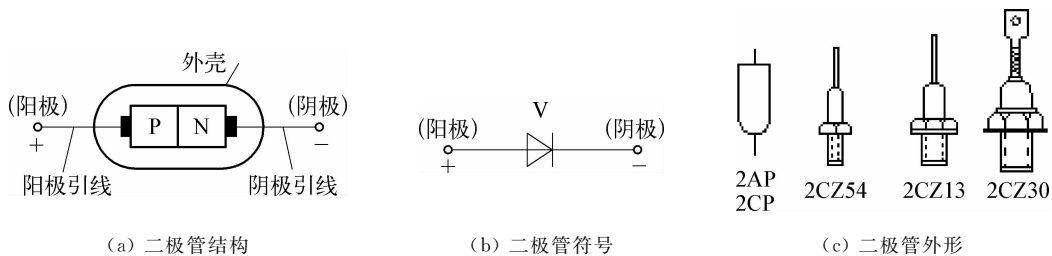

图 1-1-17 二极管
(1) 二极管的结构、符号、外形和型号 二极管的内部结构如图 1-1-17(a)所示。二极管一般用金属、塑料或玻璃材料作为封装外壳，外壳上印有标记便于区分正负电极，从 P 区引出的电极为正极(或阳极)，从 N 区引出的电极为负极(或阴极)。二极管电路符号如图 1-1-17(b)所示，箭头所指的方向为正向电流流通的方向，习惯用字母 V (或 D)代表二极管。稳压电源、收音机、电视机等电子产品中不同外形的二极管如图 1-1-17(c)所示。